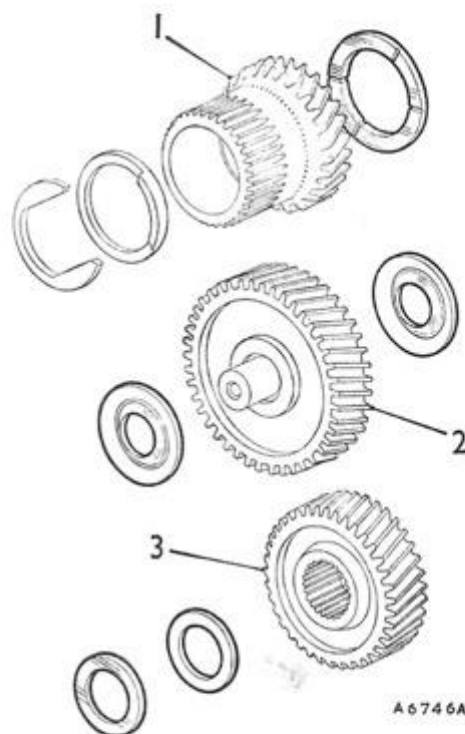
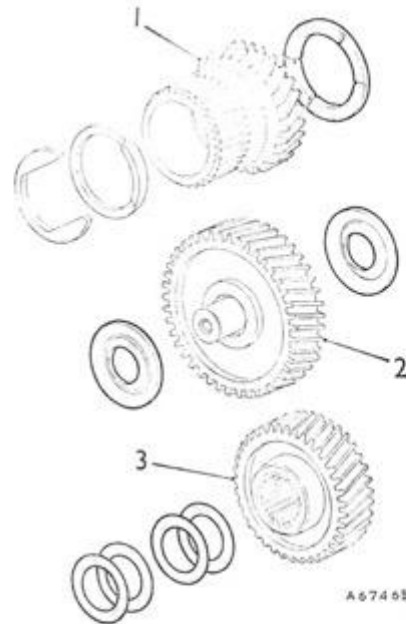

Fig. Aa.14
Fig. Aa.19
**NB:** Der er to typer indgangshjul. På nyere typer er der to trykskiver (fig.Aa.14). Nyere hjul (med forøget navtykkelse) har hjulets udvendige navflade et antal tynde mellemlæg til justering (se fig.Aa.19).
- 38) a) Monter den nødvendige tykkelse mellemlæg som beregnet under nr. 36 på ydersiden af indgangshjulet (se fig. Aa.19).
b) Monter en skive på hver side af mellemhjulet (se fig. Aa.19) som beregnet under nr. 37.